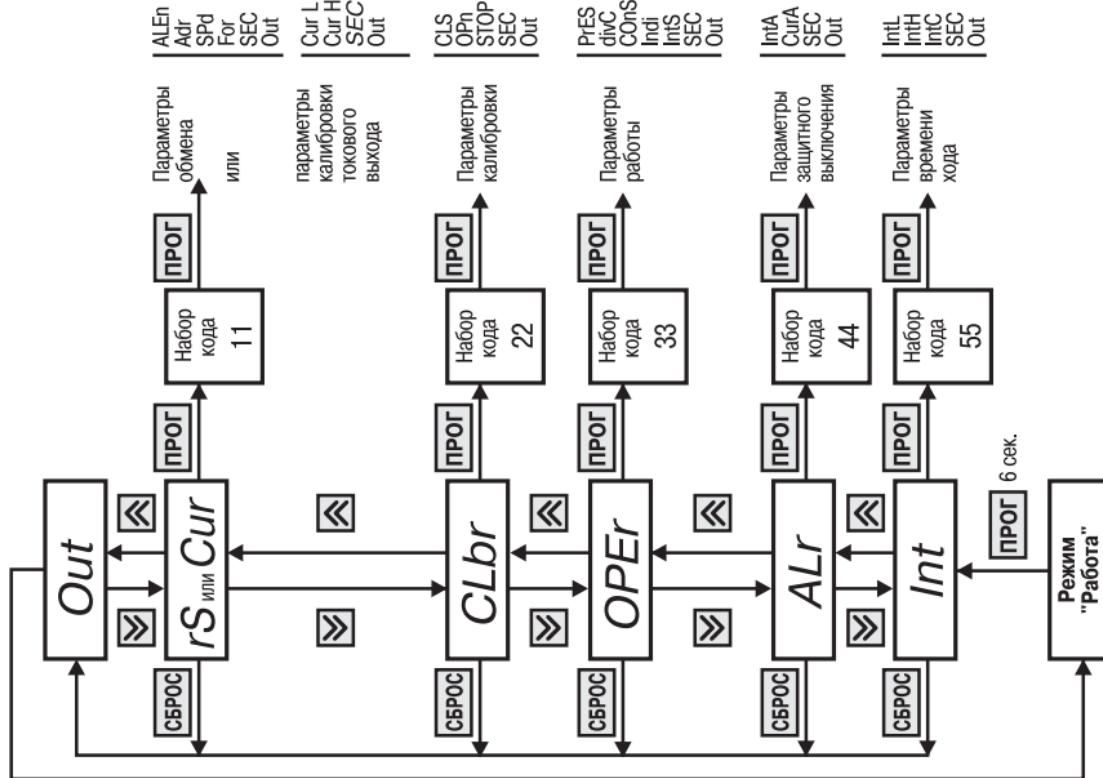

Рис. 15
6.2.2.2. Для входа в режим ПРОГРАММИРОВАНИЕ следует нажать и удерживать кнопку **ПРОГ.**. На цифровом индикаторе появится название первой группы параметров «**Lтг**» (рис.15).